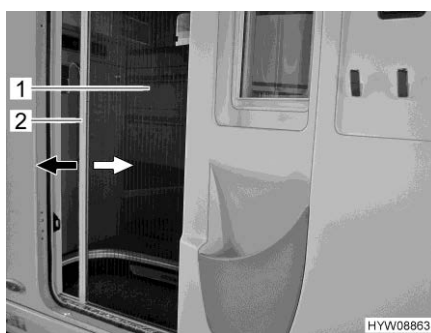

Fig. 53 Moustiquaire (porte cellule)
- Saisir la barre-poignée (Fig. 53,2) avec les deux mains et tirer la moustiquaire (Fig. 53,1) de manière régulière en dehors de son logement dans la porte.
- Saisir la barre-poignée (Fig. 53,2) avec les deux mains et repousser la moustiquaie (Fig. 53,1) d'une légère pression dans son logement dans la porte.